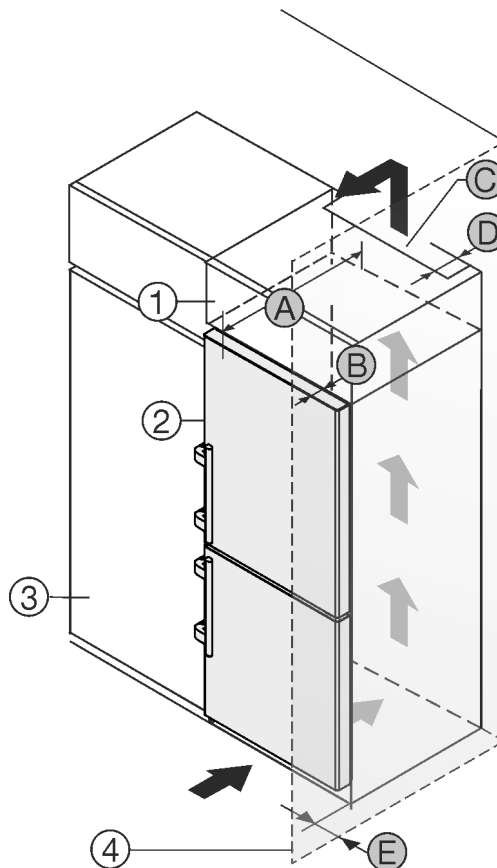

Fig. 2
- (1)** Rátétszekrény * **(B)** Ajtó mélysége *
(2) Készülék * **(C)** Szellőzés keresztmetszete *
(3) Konyhaszekrény * **(D)** Készülék hátsó oldalának távolsága *
(4) Fal * **(E)** Távolság a készülék oldalától *
- (A)** Készülék mélysége *
A készülék közvetlenül a konyhaszekrény Fig. 2 (3) mellé állítható.*
A rátétszekrény hátoldalán egy megadott mélységű Fig. 2 (D) szellőzőaknát kell kialakítani a rátétszekrény teljes szélességében.*
A mennyezett alatt be kell tartani a szellőző keresztmetszetet Fig. 2 (C).*
Ha a készüléket a zsanérjaival a fal Fig. 2 (4) mellé állítja fel, legalább 57 mm távolságot kell tartani a faltól. Ez a fogantyú túlnyúlásának felel meg, amikor kinyitja az ajtót.*
Ahhoz, hogy az ajtót teljesen ki tudja nyitni, a készüléknek a konyhaszekrény elülső oldalához képest legalább az ajtó mélységének Fig. 2 (B) megfelelően ki kell állnia. A konyhaszekrények Fig. 2 (3) mélységétől és a fali távtartók használatától függően a készülék nagyobb mértékben is túllóghat előre felé.*